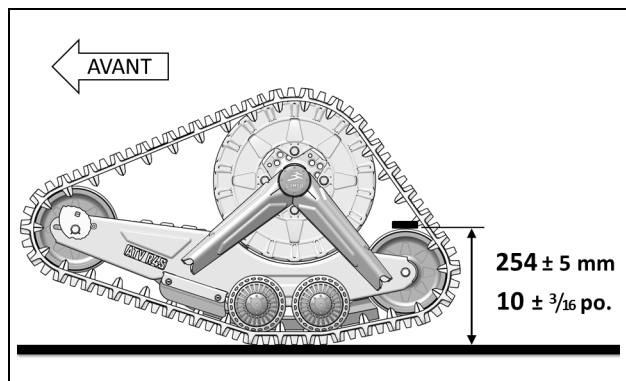

Figure 7
- Le réglage de l'angle d'attaque est correct lorsque la bulle est centrée dans le niveau. Contrevérifier le réglage en validant la distance du dessus des pneus arrière au sol. Figure 7.
- Positionner une barre plate sur le dessus des pneus arrière du système de traction avant et mesurer à partir du sol jusqu'à la barre plate tel que montré à la Figure 7.